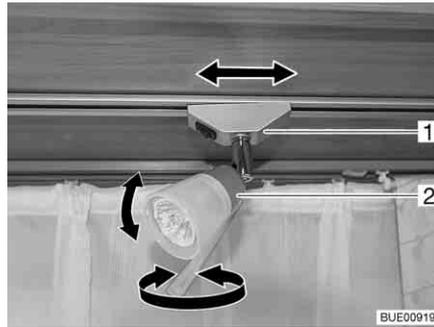

Bild 53 Spotleuchte
*Drehen:* ■ Gehäuse (Bild 53,2) fassen und drehen.
*Verschieben:* ■ Halterung (Bild 53,1) fassen und um ca. 45° drehen.
*Abnehmen:* ■ Halterung (Bild 53,1) fassen und um 90° drehen.